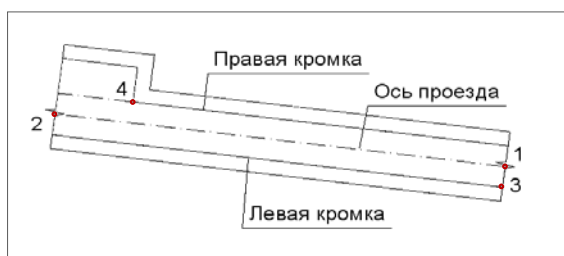

Рис. 6.17
- Двойным щелчком выберите ось проезда и нажмите кнопку **Последний элемент построения**  (рис. 6.17).
- В окне параметров задайте создание СЛ и параметры первого профиля (рис.6.18): метод определения **С постоянным уклоном**, отметка начала **121,00** (точка 1 на рис. 6.17) и уклон **минус 10%**.
- Двойным щелчком мыши захватите СЛ по оси и перенесите её на линию левой кромки, захватив на ней точку **3** (рис. 6.17).
- Захватите курсором правую кромку проезды и затем точку 4 (рис. 6.17), в которой будем задавать параметры плоскости.